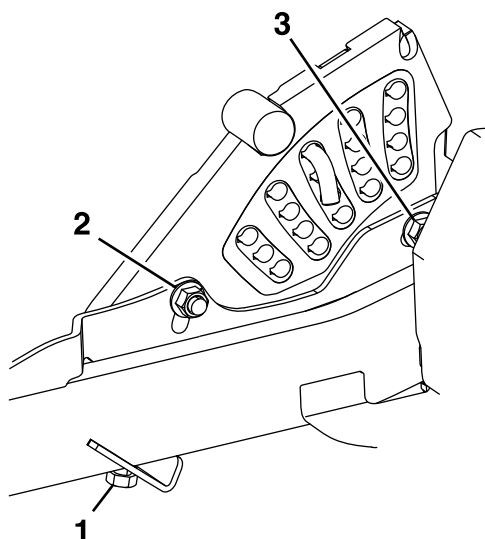

Figure 77
7. Si le tablier est trop bas, serrez le boulon de réglage monopoint dans le sens horaire (Figure 77).